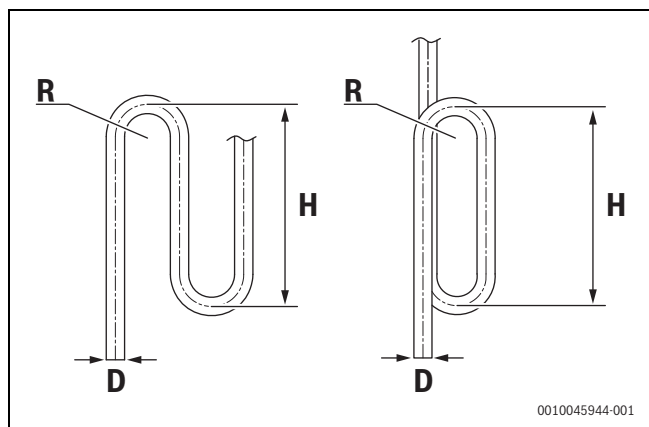

Fig. 10
- ▶ Si l'unité extérieure est positionnée plus haut que l'unité intérieure et que le dénivelé est supérieur à 20 m , il est recommandé d'installer un coude de retour d'huile tous les 10 m dans le tuyau de gaz de la conduite principale. Les caractéristiques techniques recommandées pour le coude de retour d'huile sont indiquées dans la figure 10.
Le dénivelé max entre l'unité intérieure et l'unité extérieure ne doit pas dépasser 110 m (si l'unité extérieure est au-dessus) ou 110 m (si l'unité extérieure est en dessous). En outre : (i) si l'unité extérieure est au-dessus et que le dénivelé est supérieur à 20 m, il est recommandé d'installer un coude de retour d'huile, aux dimensions indiquées sur la Figure 10, tous les 10 m dans le tuyau de gaz de la conduite principale ; et (ii) si le dénivelé est supérieur à 40 m (l'unité extérieure est en dessous) ou 50 m (l'unité extérieure est au-dessus), la conduite principale (L1) doit être augmenté d'une taille (Tableau 10).
Le dénivelé maximum entre les unités intérieures ne doit pas dépasser 40 m (Figure 10).